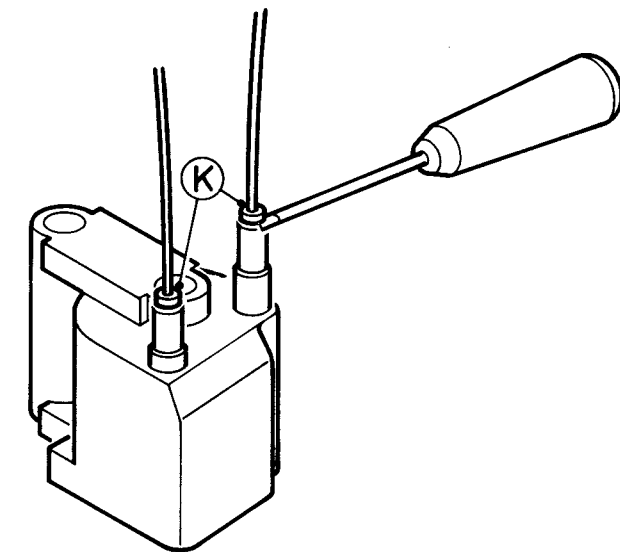

Fig. II-3
5. Das Hochspannungs- und Fokussierspannungskabel am Zeilenausgangstransformator lässt sich trennen, nachdem mit einem Schraubenzieher oder Seitenschneider die Klemmbuchsen K angehoben werden (siehe Bild II-3). Wird das Kabel anschliessend eingesteckt, muss vorher die Klemmbuchse auf den Transformator gedrückt werden, bis ein Einschnappschall hörbar ist; danach lässt sich das Kabel hineindrücken. Beachten, dass das Kabel ausreichend tief, und zwar bis zum zweiten Markierstrich, hinein gedrückt wird.